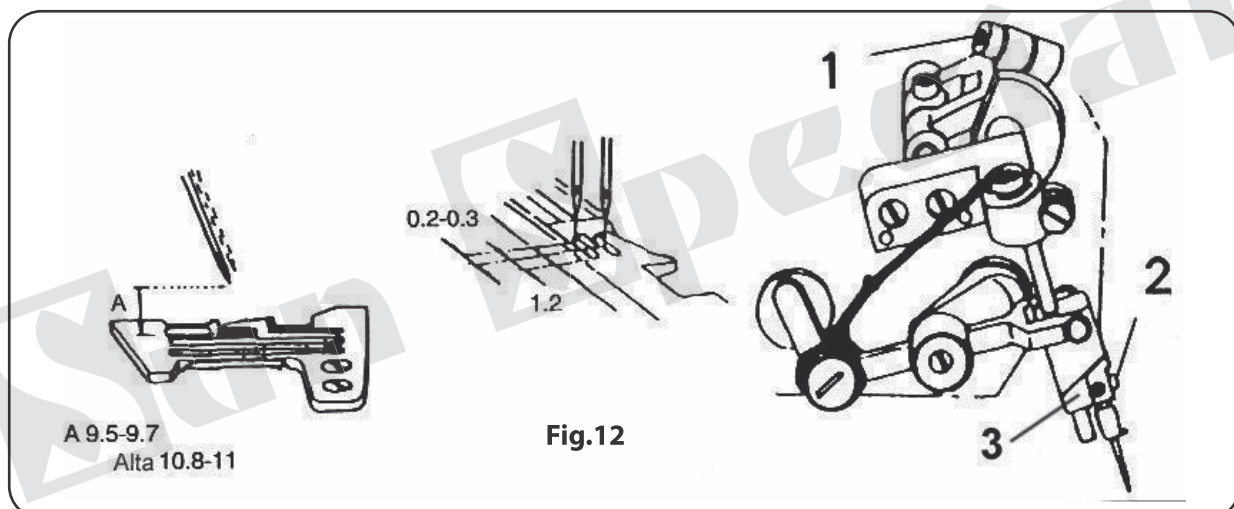

Fig.12
1. Agulha e chapa da agulha Fig.12